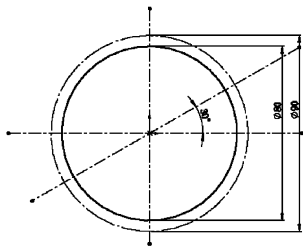

图 2-42 绘制另外一条中心线
STEP 5 单击“草图”工具栏中的“中心线”按钮, 捕捉草绘原点绘制一条斜线, 并单击“草图”工具栏中的“智能尺寸”按钮, 定义此斜线与水平中心线的角度为 30° , 如图 2-42 所示。